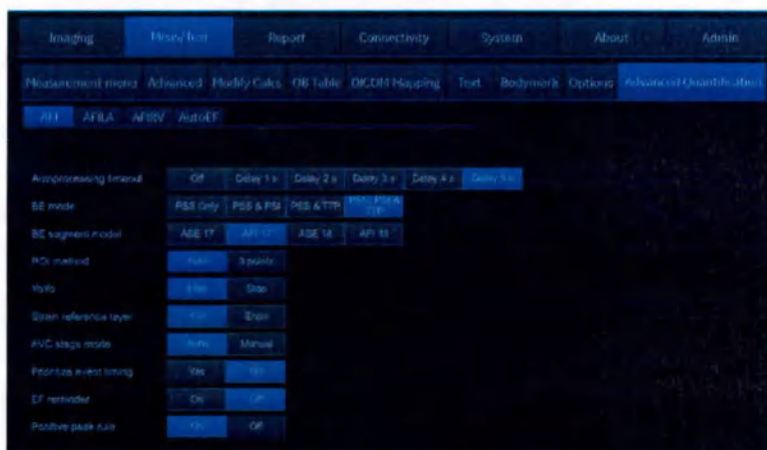

Рис. 8-81. Вкладка Advanced Quantification (Расширенный количественный анализ) с параметрами конфигурации для AFI
2. Нажмите вкладку **Advanced Quantification** (Расширенный количественный анализ). Откроется вкладка расширенного количественного анализа, см. Рис. 8-81.